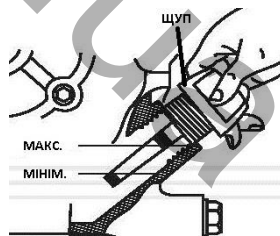

Рисунок 8
5.1.7. Перевірте за допомогою щупа (рис. 8) рівень моторного мастила у картері двигуна і, за необхідності, долийте мастила до горловини й щільно закрутіть кришку. Під час заливання мастила не дозволяйте витоків, користуйтеся лійкою.